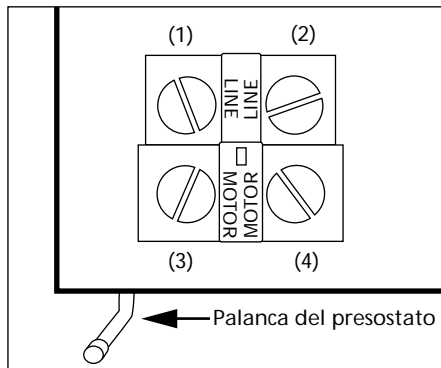

Figura 4
7. Coloque el alambre con forro negro del motor debajo de la cabeza del tornillo # 4 (Vea la Figura 4), apriete el tornillo para asegurar el alambre. Coloque el alambre con forro negro debajo de la cabeza del tornillo # 2 y apriete el tornillo para asegurar el alambre (Vea la Figura 4).
8. Coloque el alambre con forro blanco debajo de la cabeza del tornillo # 1 (Vea la Figura 4), apriete el tornillo para asegurar el alambre. Coloque el alambre con forro blanco del motor debajo de la cabeza del tornillo # 3 y apriete el tornillo para asegurar el alambre (Vea la Figura 4).